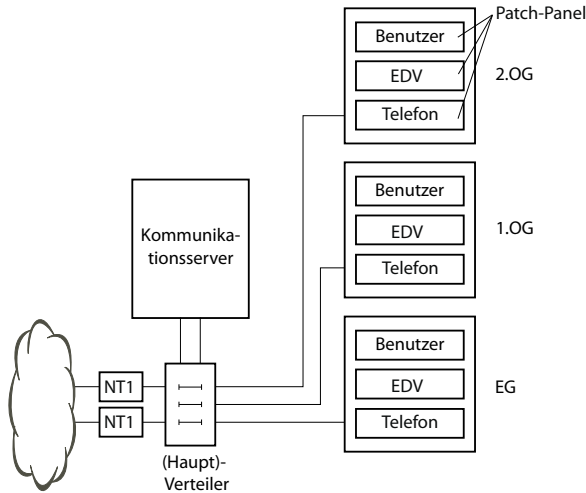
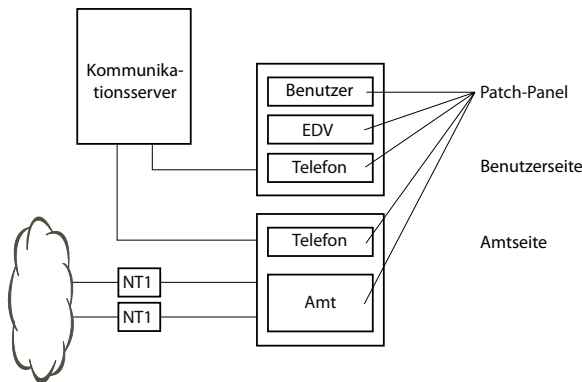

Fig. 28 Anschluss an UGV über (Haupt)-Verteiler (Beispiel)
Fig. 29 Anschluss an UGV über Wiring Center (Beispiel)
- Indirektanschluss über (Haupt)-Verteiler und ev. universelle Gebäudeverkabelung (UGV) (siehe auch Fig. 28 und Fig. 29).